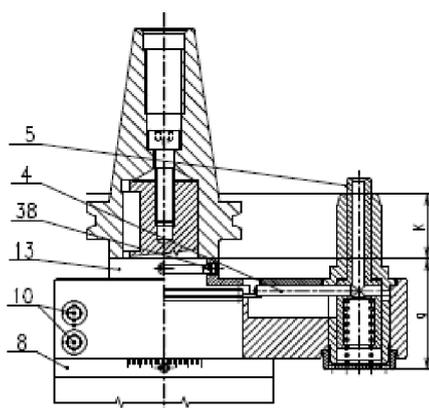

Рис. 6
1. С корпуса фрезерной головки снять шкалу 8 (рис. 6)